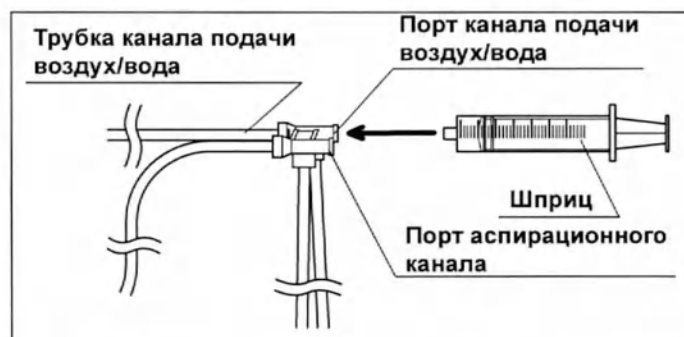

Рис. 5.44
- 6** Присоедините шприц к порту канала подачи воздух/вода инъекционной трубки. (см. рис. 5.44)
- 10** Присоедините шприц к порту канала подачи воздух/вода инъекционной трубки. (см. рис. 5.44)